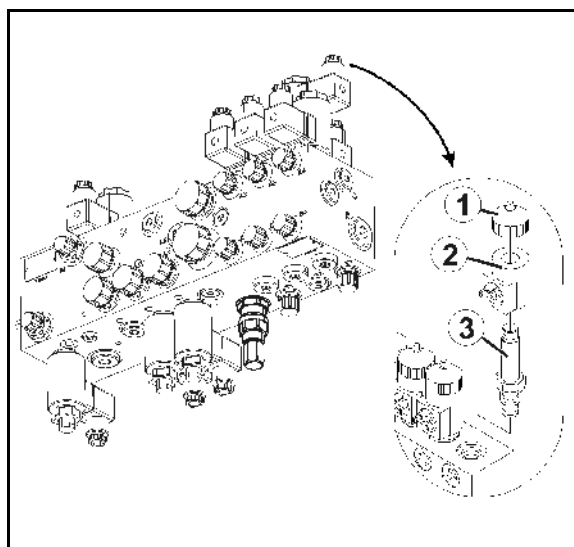

Fig. 95
1. Skru magnetkappen af (Fig. 95/1)
2. Fjern magnetspolen (Fig. 95/2)
3. Skru ventilstangen ud (Fig. 95/3) med ventilsæderne, og rengør med trykluft eller hydraulikolie.